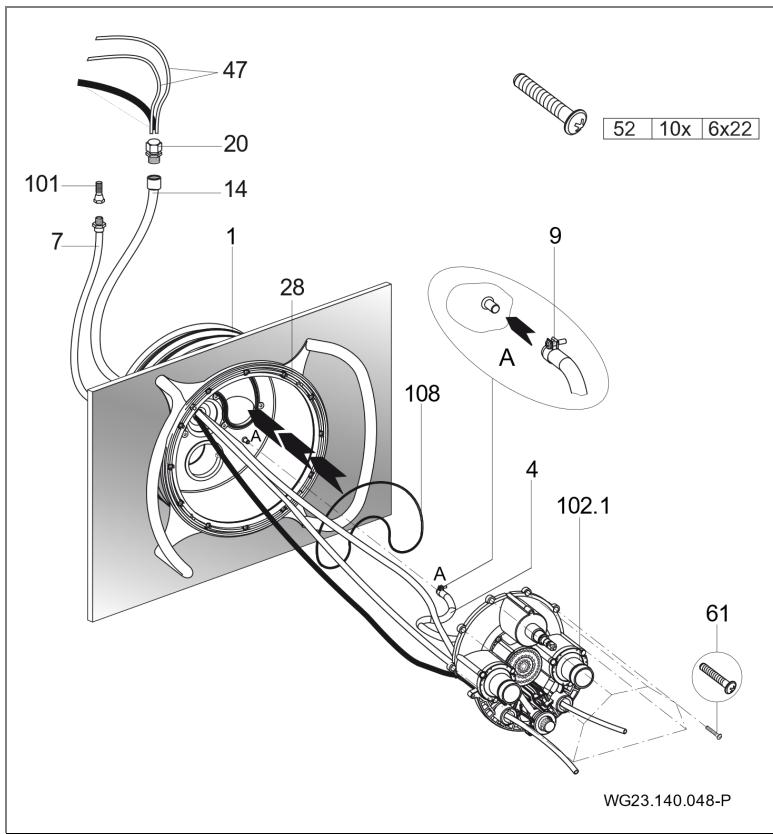

Fig. 17
2. Placer le joint torique (108) dans la pièce à sceller (1). (Fig. 17)
3. Visser les dix vis auto taraudeuses jointes (61) dans le corps de buses. Poser le corps de buses pré assemblé (102.1) contre la pièce à sceller (1). (Fig. 17)
4. Faire passer les tuyaux pneumatiques ou les câbles des boutons-poussoirs piézo à travers les ouvertures inférieures ou extérieures du boîtier de buses (102.1); éclairage MARCHE/ARRET à gauche; pompe MARCHE/ARRET à droite. (Fig. 17)
5. Faire passer les tuyaux pneumatiques (47) ou les câbles des boutons-poussoirs piézo et les câbles du projecteur à travers la gaine de protection (14) puis l'étancher à l'aide du passe-câble (20). (Fig. 17)
6. Fixer la tuyauterie d'air interne (4), qui est déjà complètement pré-assemblée avec le corps de buses (102.1) et la régulation d'air, à la pièce à sceller (1) avec le collier de serrage (9). (Fig. 17)
7. Aligner le corps de buses complet (102.1) sur la pièce à sceller (1) et fixer les dix vis auto taraudeuses préassemblées (61). (Fig. 17)